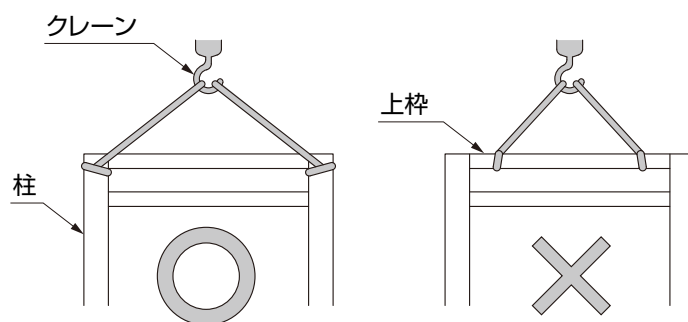

図4-4
- クレーン等で壁ユニット全体を吊り上げる場合は、柱上部を吊ってください。(図4-4参照)
- 上枠部をクレーンで吊らないでください。製品が破損するおそれがあります。(図4-4参照)